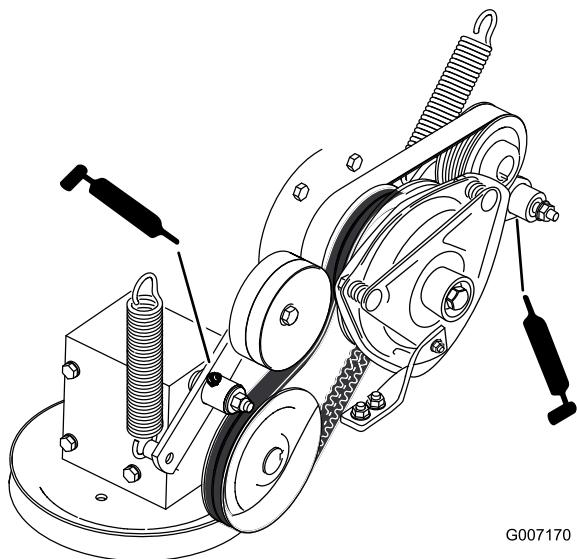

Figure 38
7. Graissez le bras de la poulie de tension de la courroie d' entraînement de PDF (Figure 38).
8. Graissez le bras de la poulie de tension de la courroie de pompe (Figure 38).